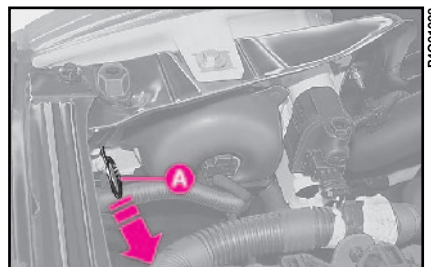

fig. 17
1) desenganche el muelle **A**-fig. 17, interviniendo en el sentido de la flecha;
7) vuelva a enganchar el muelle **A**-fig. 17.